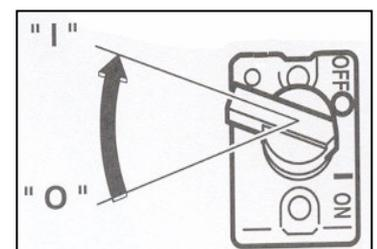

Figure 6
- Mettez l'interrupteur sur la position "ON" "MARCHE". (Fig. 6)